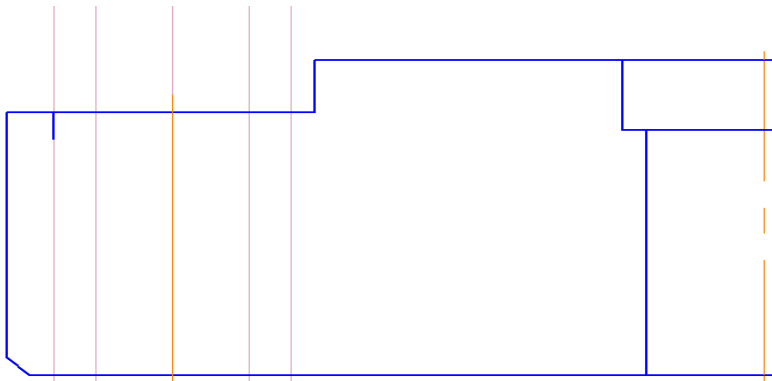

Рис. 12
Проведите **отрезок** по прямой, которую проводили параллельно отрезку 3 (стиль **Осевая**), на всю ширину детали (от отрезка 2 до отрезка 4), (рис.12).
d. Проведите **отрезок** (стиль **Основная**) **Длиной 1.5** и с **Углом 90** (рис. 12).